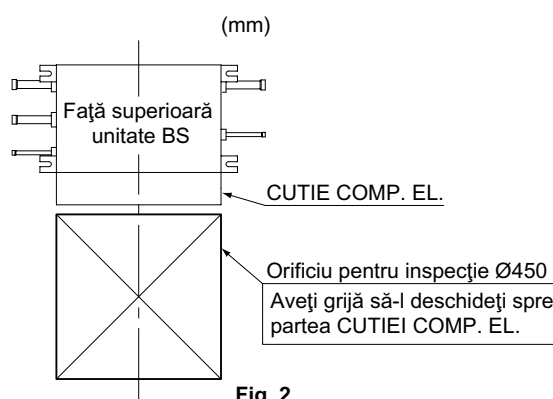

Fig. 2
- Locuri unde poate fi instalat un orificiu de inspecție (**consultați fig. 2**) pe partea CUTIEI COMP. EL. (vezi nota).